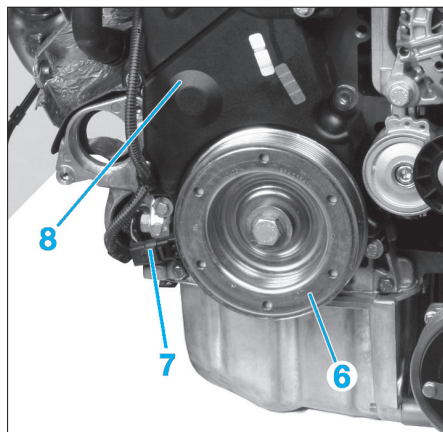
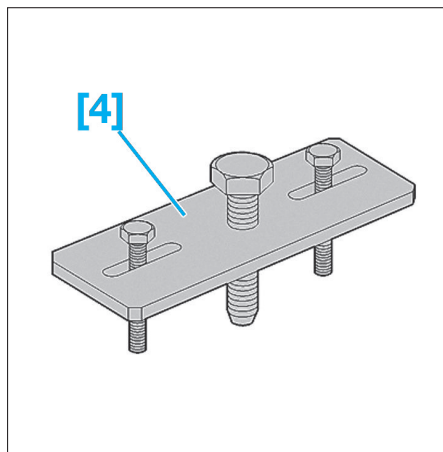

Fig. 8
Fig. 9
- [4]. Extracteur de poulie (réf : 0188.P) (Fig.9).
- la poulie d'entraînement des accessoires (6) (Fig.8),
- le capteur de position vilebrequin (7),
- le carter inférieur de distribution (8),
- la cible du capteur de position vilebrequin à l'aide de l'outil [4] (Fig.9).